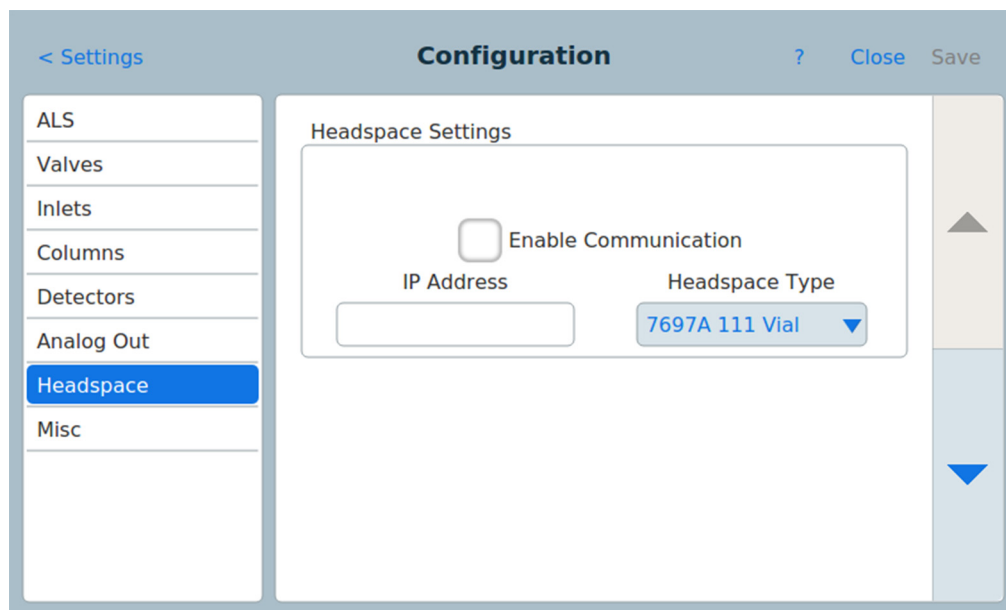

Figura 60 Página de parámetros de espacio de cabeza
- 3 Pulse el tipo de dispositivo **Headspace** en la lista de la izquierda de la página. Las propiedades del tipo de dispositivo seleccionado aparecerán en el lado derecho de la página. Consulte Figura 60.